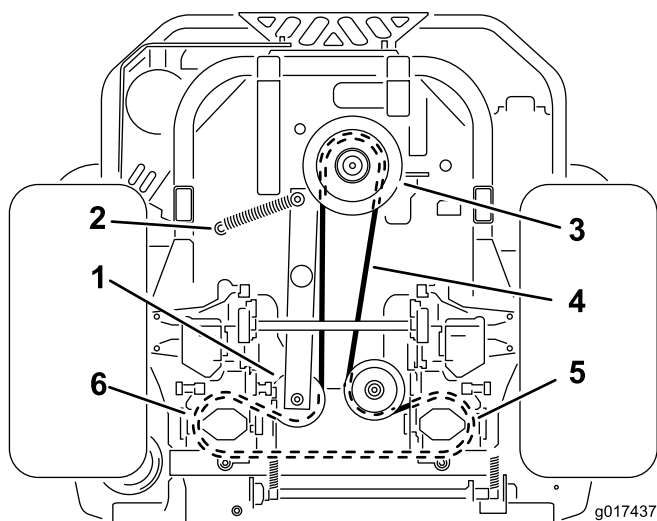

Bild 59
4. Heben Sie die Maschine an und stützen Sie sie mit Achsständern ab (Bild 59).
6. Entfernen Sie die Spannscheibenfeder von der Strebe (Bild 59).